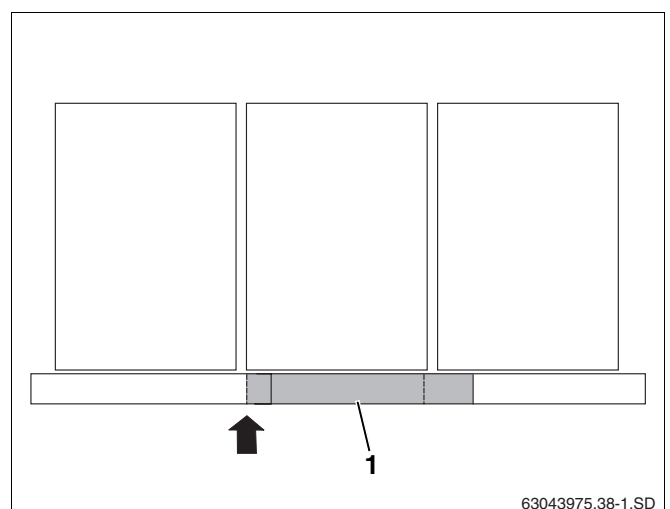

Fig. 44 Posicionamento da chapa de cobertura central no caso de colectores verticais
No caso de mais de dois colectores verticais são necessárias chapas de cobertura inferiores centrais (fig. 44, **item 1**). Estas devem ser montadas alinhadas à esquerda com o colector (seta).